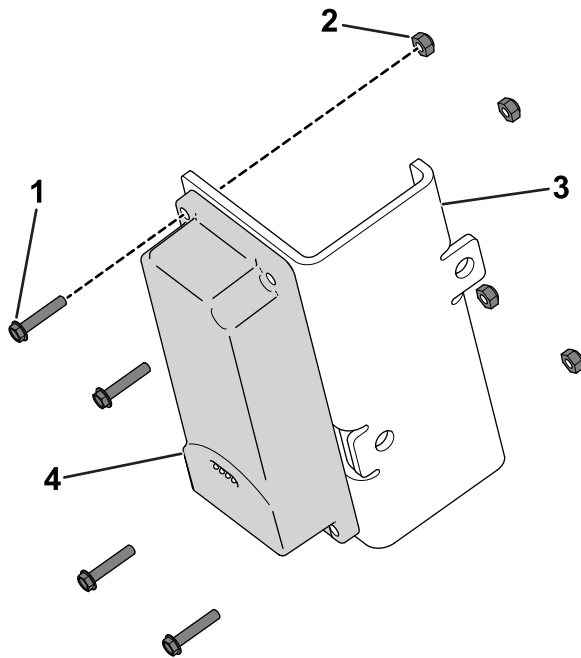

Figura 5
1. Utilice 4 pernos de cabeza hexagonal (N.º 10 × 1") y 4 contratuercas (N.º 10) para sujetar el dispositivo telemático al soporte del dispositivo (Figura 5).